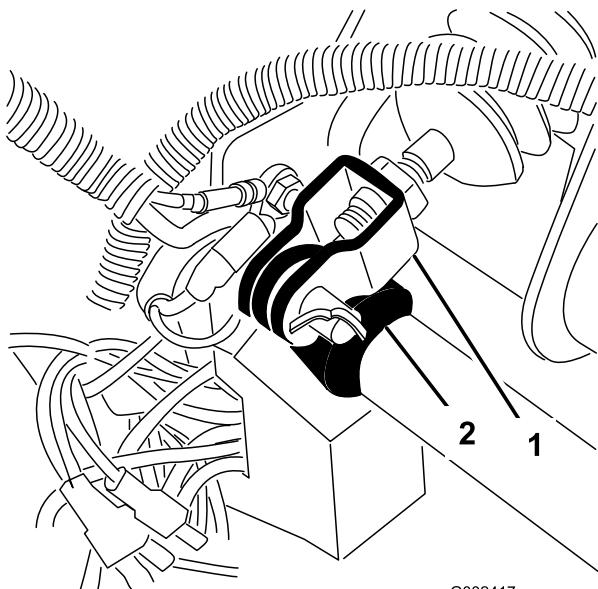

Figura 69
1. Retire el pasador de horquilla y la chaveta que fijan la horquilla del cilindro maestro al pivote del pedal de freno (Figura 69).